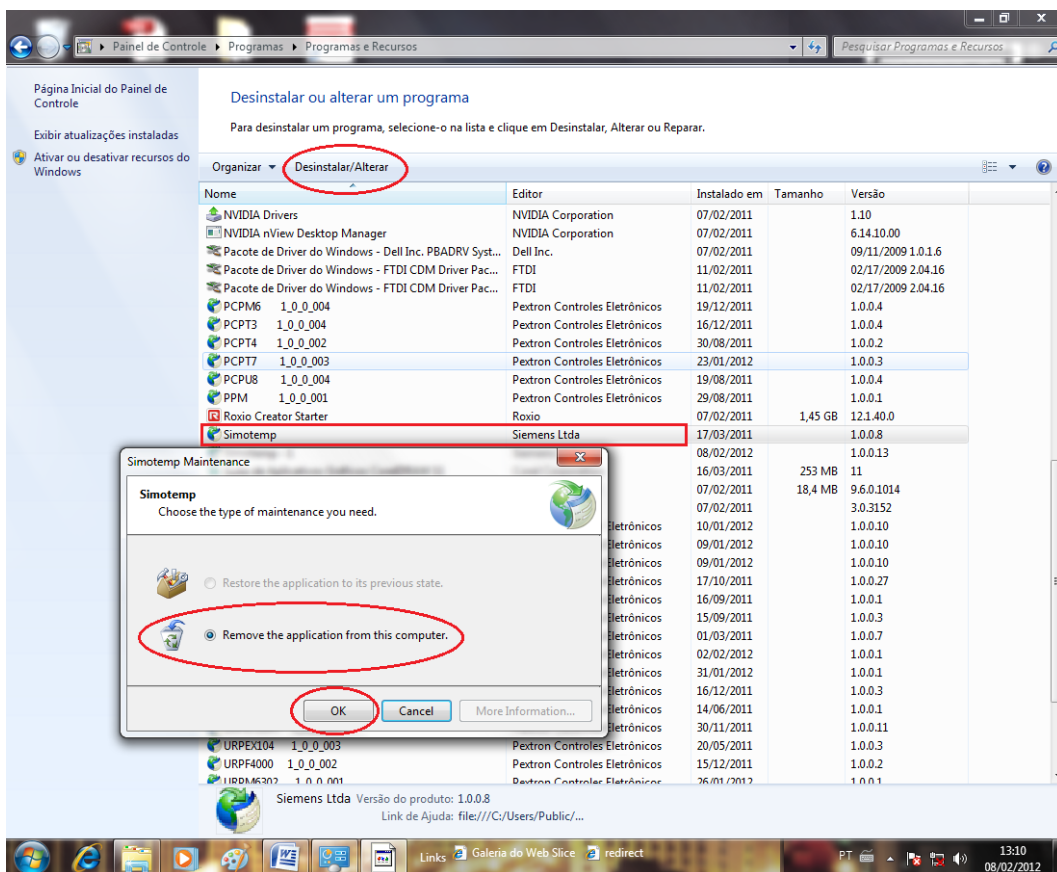

Figura 1: Desinstalação do programa
- ✓ Clique em “**Desinstalar ou alterar um programa**” conforme mostra a figura 1;